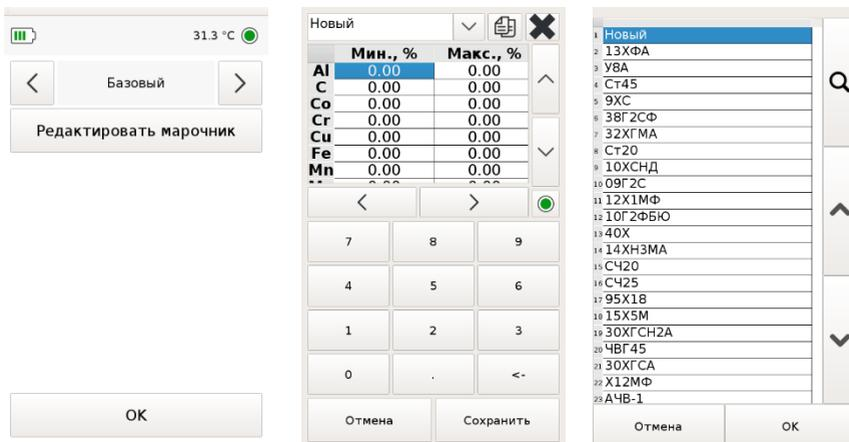

Рисунок 35 Редактор марочника
- 4.7.2. При наличии нескольких вариантов марочников (например, ГОСТ и AISI), выберите необходимый, используя стрелки вправо/влево. Нажмите кнопку «Редактировать марочник» (Рисунок 35), чтобы перейти к редактированию или добавлению марок.